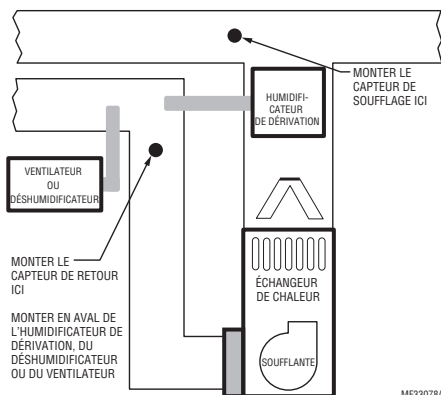

Fig. 4.
4. Si un humidificateur de dérivation est installé, le capteur de température d'air de soufflage peut être monté en aval ou en amont de l'humidificateur de dérivation. Monter le capteur en aval de l'humidificateur de dérivation est le meilleur endroit parce que l'air est mieux mélangé. Voir les Fig. 4 et 5.